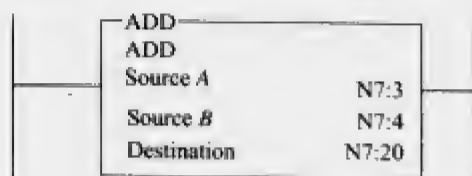

图 11-22
5. 参考图 11-22, 当 N7:3 中的数据为 60, N7:20 中的数据为 80, 那么 Source B 中的数据是多少?